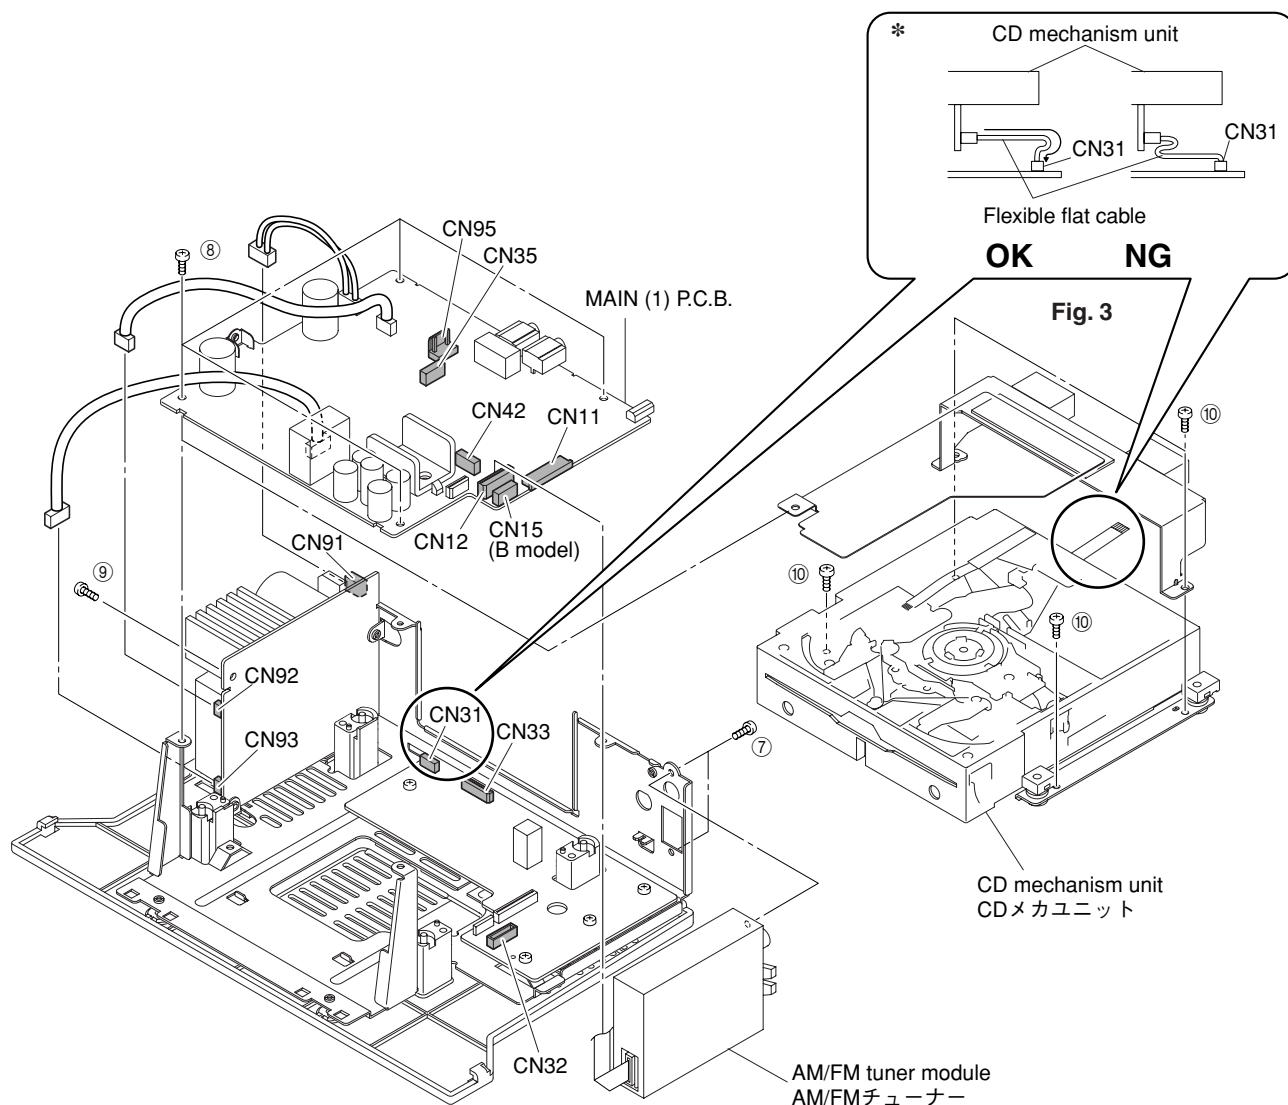

Fig. 2
- Remove 2 screws (⑦). (Fig. 2)
- Remove CN12. (Fig. 2)
- Remove the AM/FM tuner module. (Fig. 2)
5. Removal of MAIN(1) P.C.B.
- Remove 4 screws (⑧) and screw (⑨). (Fig. 2)
- Remove CN11, CN35, CN42, CN91-93 and CN95. (Fig. 2)
- Remove CN15. (Fig. 2) (B model)
- Remove the MAIN (1) P.C.B.. (Fig. 2)
- Remove 4 screws (⑩). (Fig. 2)
- Remove CN31-33. (Fig. 2)
- Lift up the rear side of the CD mechanism unit, then remove it rearward. (Fig. 2)
- ⑦のネジ2本を外します。(Fig. 2)
- CN12を外します。(Fig. 2)
- AM/FMチューナーを取り外します。(Fig. 2)
5. MAIN(1) P.C.B.の外し方
- ⑧のネジ4本、⑨のネジ1本を外します。(Fig. 2)
- CN11、CN35、CN42、CN91-93、CN95を外します。(Fig. 2)
- MAIN(1) P.C.B.を取り外します。(Fig. 2)
- ⑩のネジ4本を外します。(Fig. 2)
- CN31-33を外します。(Fig. 2)
- CDメカユニットの後ろを持ち上げ、後方へ取り外します。(Fig. 2)